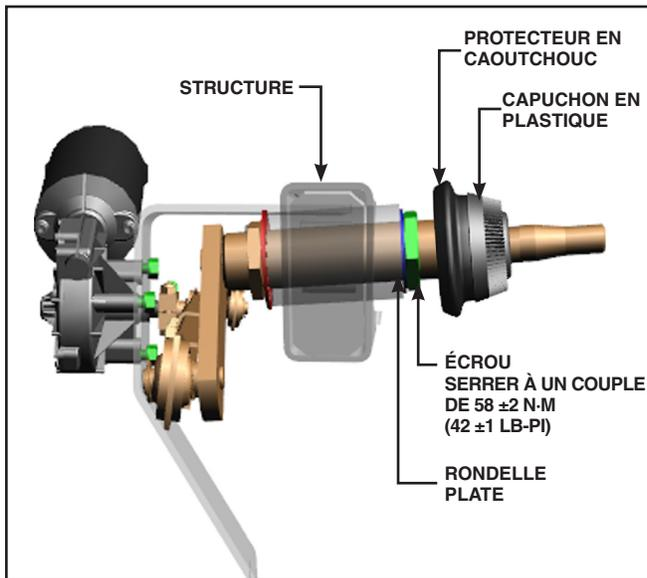

Figure 9 - Boulonnerie extérieure du pivot
2. Retirer le capuchon en plastique, le protecteur en caoutchouc, et l'écrou et la rondelle plate de chaque pivot. Voir Figure 9.
3. De l'extérieur du véhicule, installer la rondelle plate et l'écrou sur chaque pivot. Serrer l'écrou au couple indiqué en Figure 9.
4. Installer le protecteur en caoutchouc et le capuchon en plastique et sur chaque pivot. Voir Figure 9.